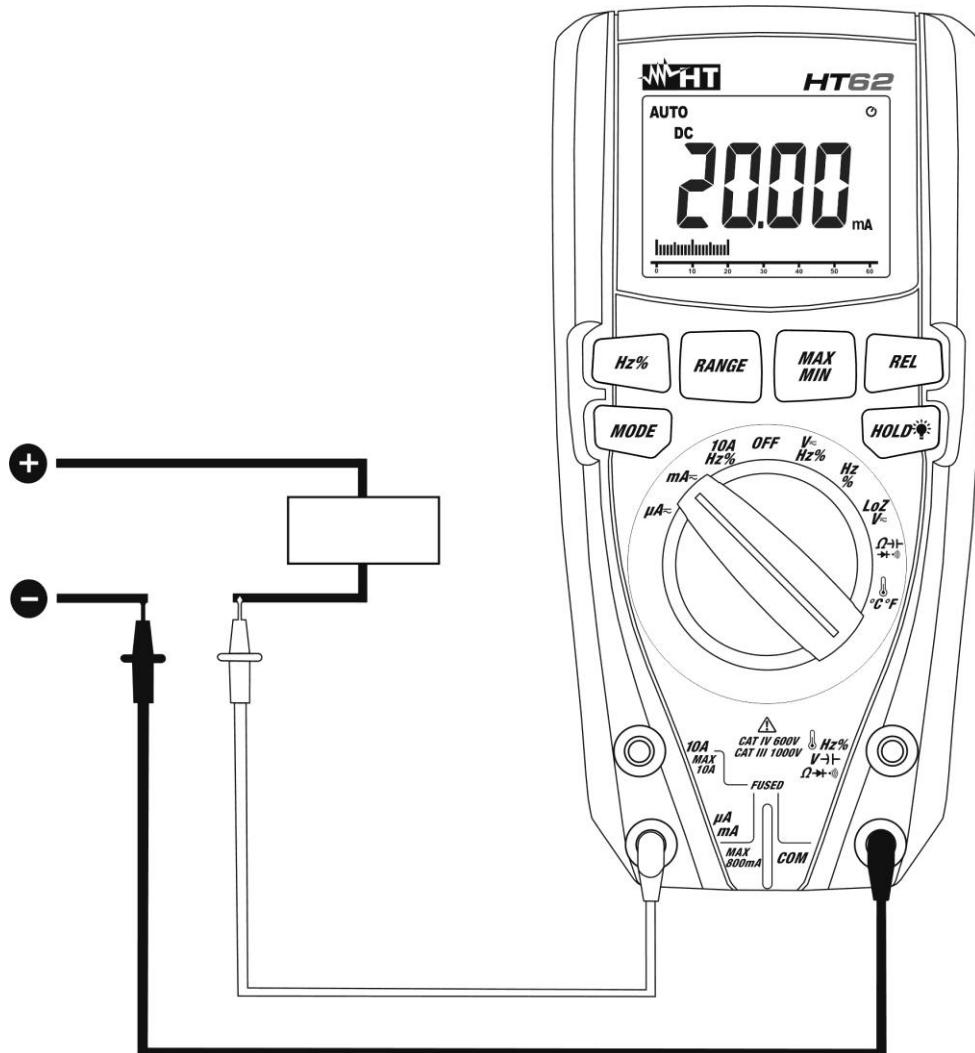

Fig. 10: Uso del instrumento para medida de Corriente CC
4. Conecte la punta roja y la punta negra en serie con el circuito del que se quiere medir la corriente respetando la polaridad y el sentido de la corriente (vea Fig. 10).
7. La visualización del símbolo "**-**" en el visualizador del instrumento indica que la corriente tiene sentido opuesto respecto a la conexión de Fig. 10.